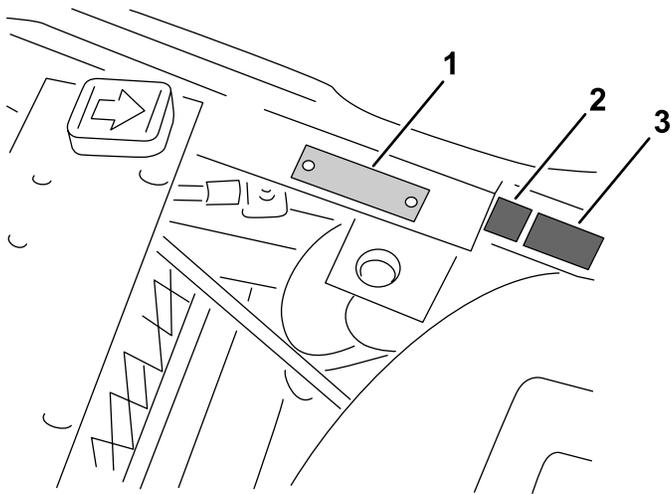

図 13
- CE マークステッカーと製造年ステッカーを、フットレストサポートにあるシリアル番号プレートの近くに貼りつける 図 13。